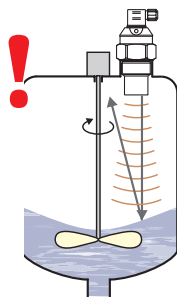

Рис. 12: Сильно неровная поверхность
- Под действием вращающихся лопастей мешалки возможно колебание поверхности, что может привести к неправильному отражению ультразвукового сигнала от уровня и ненадёжной работе измерителя уровня (рис. 12).